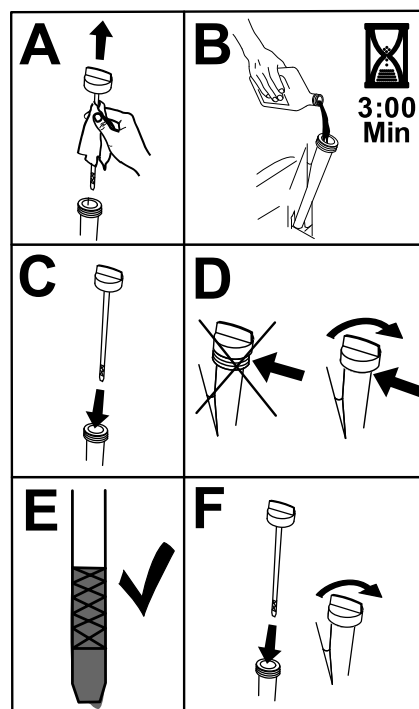

Figure 38
6. Versez lentement environ 80 % de l'huile spécifiée dans le tube de remplissage, puis faites l'appoint lentement jusqu'à ce que le niveau atteigne le repère maximum (Full) (Figure 38).